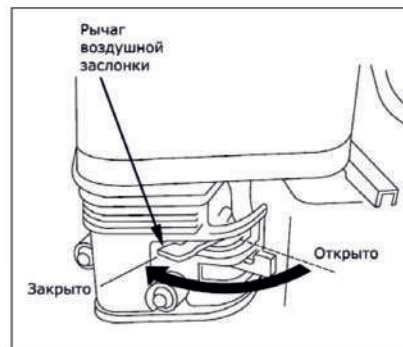

Рис. 8
2. При запуске холодного двигателя переведите рычаг управления воздушной заслонкой в положение «ЗАКРЫТО» (рис. 8). Не закрывайте воздушную заслонку, если двигатель прогреет